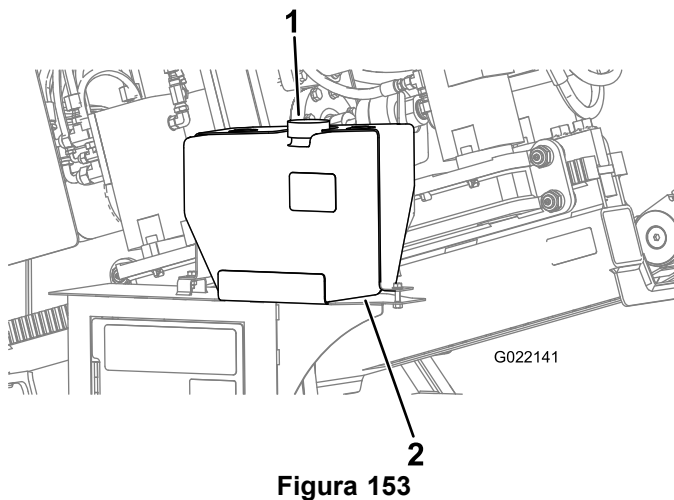

Figura 153
- D. Retire a tampa do reservatório de anticongelante da bomba de fluido de perfuração (Figura 153).
- E. Certifique-se de que o reservatório de anticongelante esteja cheio (Figura 153).
- C. Adicione anticongelante ao reservatório conforme necessário (Figura 153).
5. Instale tampa no reservatório de anticongelante (Figura 153).